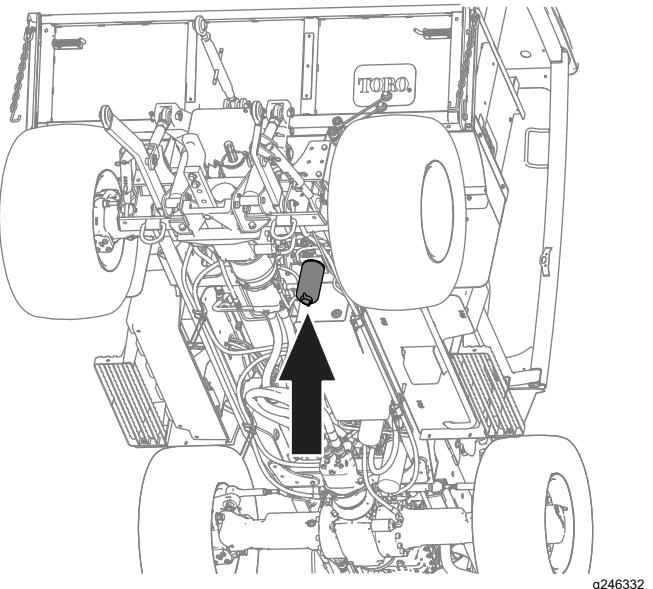
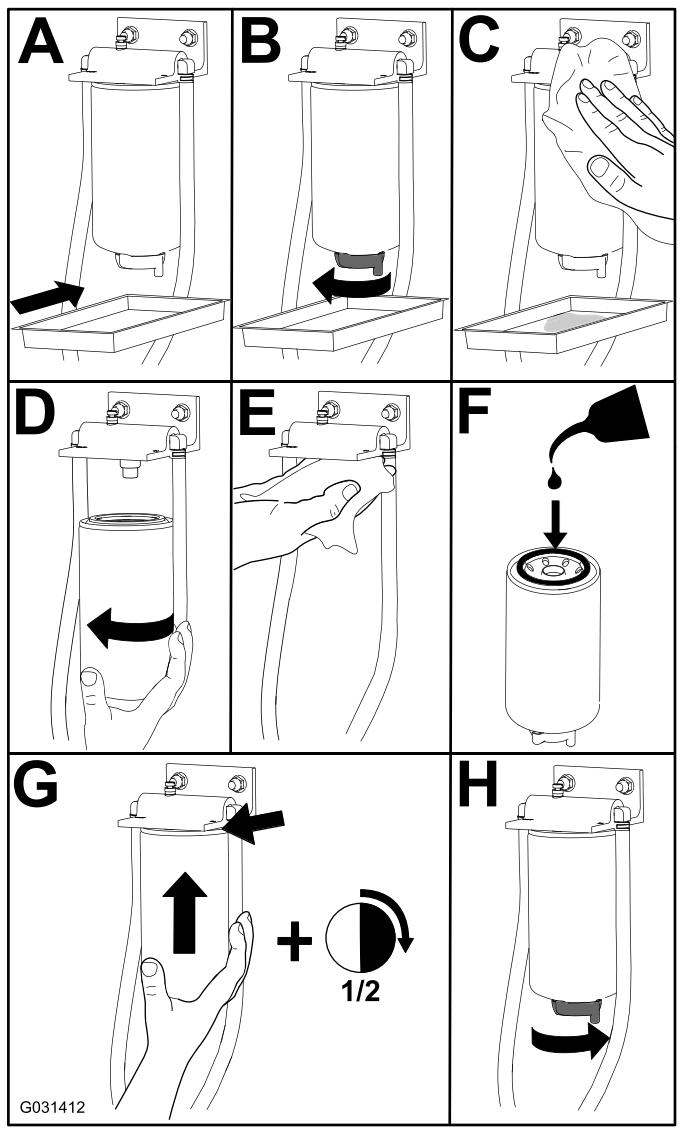

Рисунок 85
Рисунок 86
1. Обслужите водоотделитель (Рисунок 85), как показано на Рисунок 86.